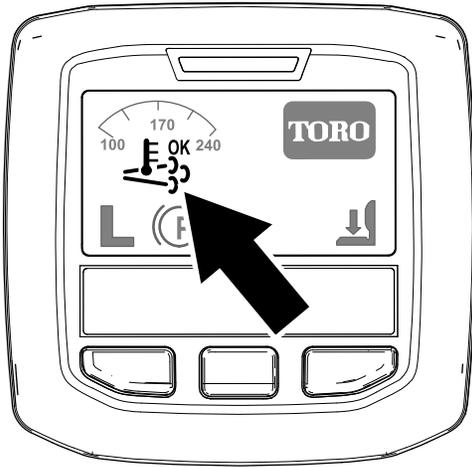

Bild 39
- Das Symbol für die unterstützte bzw. Zurücksetzen-Regenerierung im InfoCenter angezeigt (Bild 39).